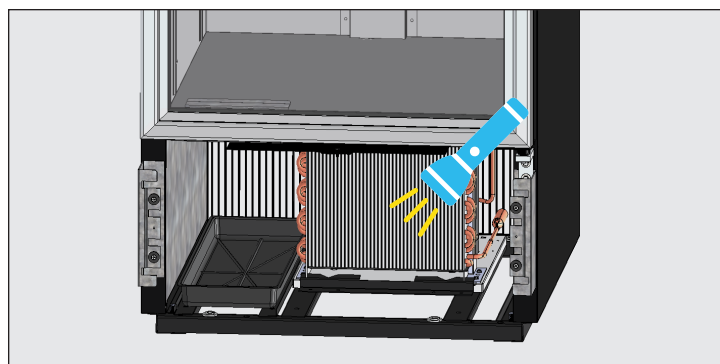

Figure 4. Vérifiez que toutes les obstructions ont été éliminées.
4. Après élimination de la saleté de la surface du serpentin, vérifiez à l'aide d'une lampe torche que vous pouvez voir à travers le serpentin et observer le mouvement des pales du ventilateur de condenseur. Voir fig. 4.